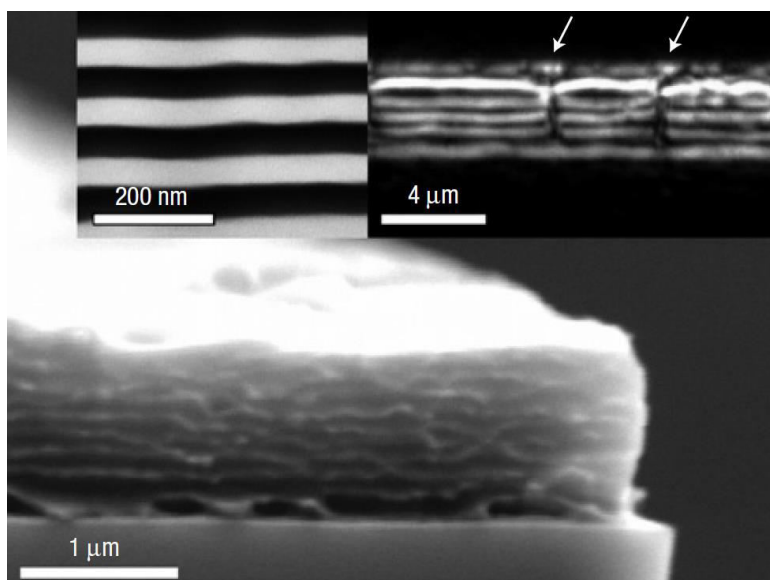

Рис. 1. Микрофотография сухой плѐнки сополимера X на силиконовой подложке. В верхних вставках изображены структуры сухой (слева) и набухшей (справа) плѐнок
Плѐнку обрабатывают избытком этилбромида и получают сополимер X (рис. 1).
3. а) Вода попадает внутрь пленки через трещины и дефекты, которые показаны стрелками на рис. 1.